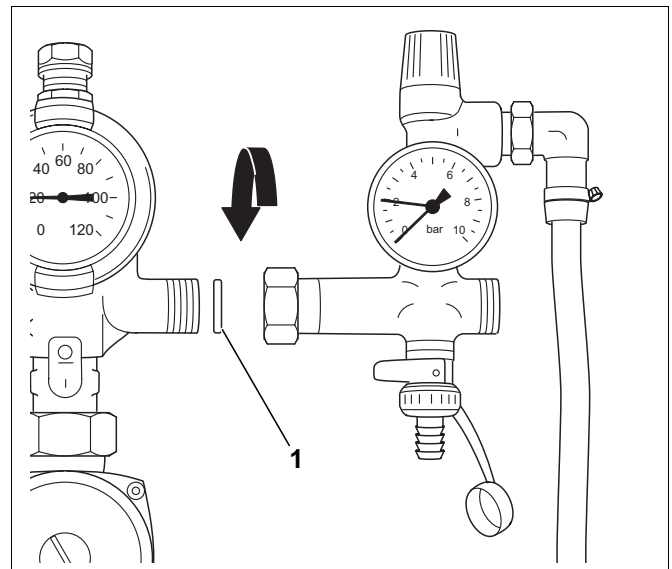

Abb. 6 Montage der Sicherheitsgruppe
- Sicherheitsgruppe mit Dichtung (21x30x2) (Abb. 6, **Pos. 1**) am Rücklauf montieren.